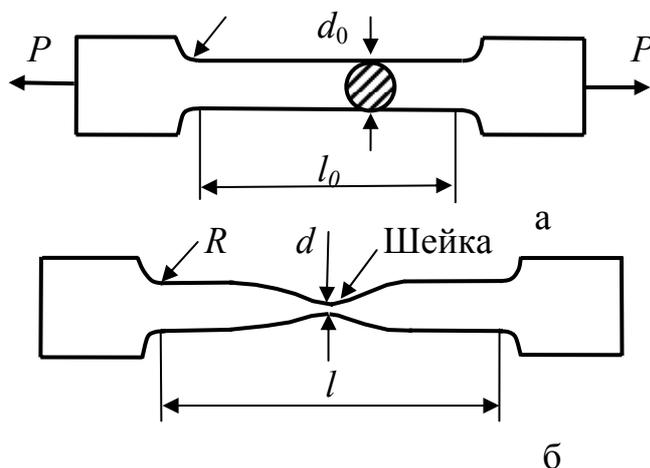

Рис. 8. Образцы для испытаний на прочность и пластичность:
*Пластичность* характеризует способность материала пластически деформироваться без разрушения, она определяется на специальных образцах при испытании на растяжение (рис. 8).